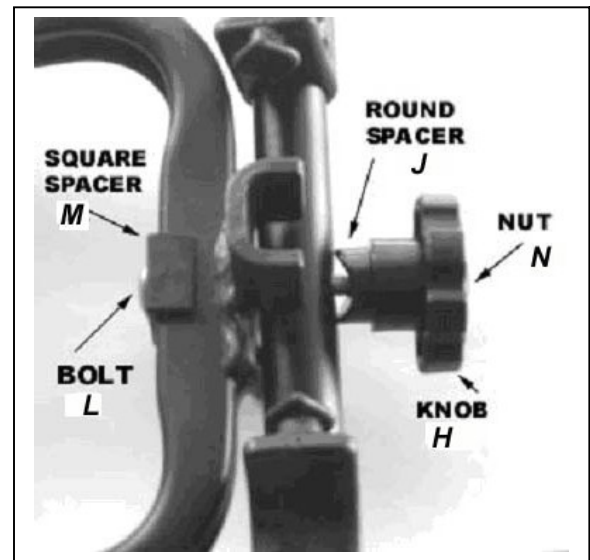

Fig. 7
2. To install the support arms: Locate parts bag with knob assembly (includes knob, carriage bolt, square spacer, round spacer and nut). Insert the bolt L through the square spacer M, then through the bike rack frame and support arm. Then install the round spacer J and knob H. Tighten knob, then install the nut N on the very end of the bolt so that the nut's nylon lock catches the bolt end. Repeat for other side. See Fig. 7 Note: Nut requires ½" or 13mm socket wrench for tightening.
Pour installer les bras de support, insérer le boulon L (Fig. 3) dans la pièce en plastique carré M, ensuite dans le trou du cadre principal comme sur la Fig. 7. Installer ensuite la pièce en plastique ronde J et la molette H. Serrer la mollette, installer ensuite l'écrou N à l'extrémité du boulon jusqu'à ce que le nylon de l'écrou prenne. Répéter de l'autre côté Fig. 7.